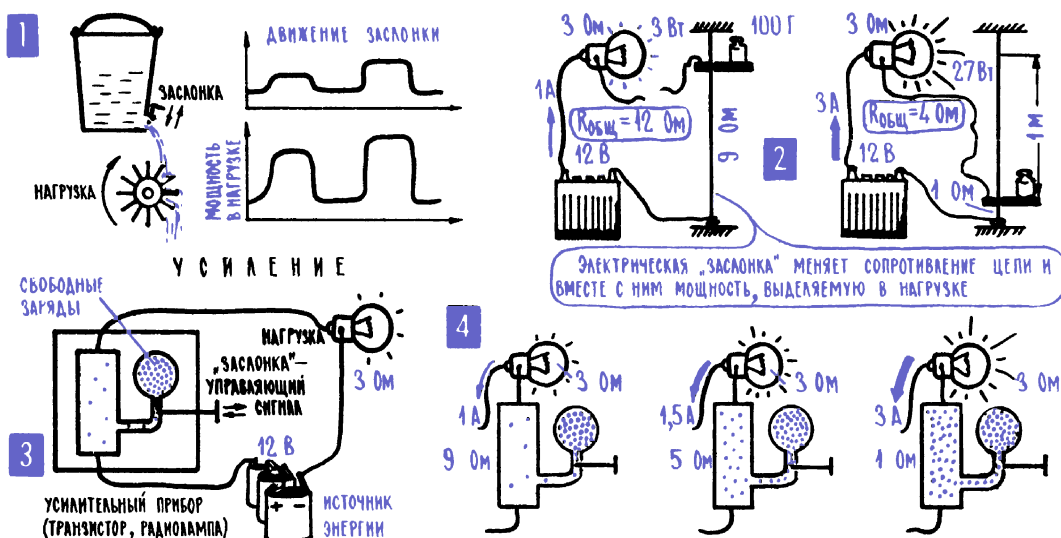

Рис. 9.1. Усиление сигнала
3. Усилители – большой класс систем, в которых слабое, маломощное воздействие управляет мощными потоками энергии. Давайте просверлим в нижней части ведра небольшое отверстие (это вполне может быть мысленный эксперимент, то, что в нем должно произойти, легко увидеть силой воображения, и наносить ущерб хозяйству, делая дырку в ведре, совсем не обязательно), напомним ведро водой и подставим под струю небольшую вертушку с лопастями, некоторое подобие рабочего колеса водяной мельницы (рис. 9.1; 1). Вначале, когда воды в ведре много, из отверстия вырывается довольно сильная струя, колесо вращается быстро. По мере того как уровень воды падает, струя становится все более вялой, и вращение колеса замедляется. Это нормальный процесс передачи энергии: потенциальная энергия поднятой на высоту воды переходит в кинетическую энергию струи, а она, в свою очередь, передается колесу-вертушке. Если не думать о потерях, то можно сказать, что сколько дает источник энергии (вода в ведре), столько и получает потребитель (вертушка). И на сколько уменьшится или увеличится энергия, которую поставляет источник, на столько же уменьшится или увеличится и энергия, получаемая потребителем.
События разворачиваются в простейшей электрической цепи, в которую входит источник энергии – аккумулятор, нагрузка – лампочка и еще переменный резистор – реостат, выполненный в виде вертикально натянутой проволоки со скользящим контактом (рис. 9.1; 2). Подвижный контакт этот ходит по проволоке настолько легко, что если подвесить к нему стограммовую гирьку, то контакт буквально за секунду переместится сверху вниз, изменив сопротивление реостата от 9 Ом до 1 Ом.
Реализовать этот принцип можно даже в нашей установке с реостатом, для этого нужно соорудить для подвижного контакта реостата систему электрического привода. Скажем, приводить в движение подвижный контакт миниатюрным электромоторчиком или электромагнитом, энергию которым давал бы сам усиливаемый сигнал. В электронных усилителях этот принцип реализуют так: сопротивление участка цепи меняют, «впрыскивая» в него то или иное количество свободных электрических зарядов (рис. 9.1; 3, 4). На само это «впрыскивание» тратится сравнительно небольшая мощность, а сопротивление меняется так, что происходит значительное изменение мощности, выделяемой на данном участке цепи.
Слабый усиливаемый сигнал подводится к лампе или транзистору и управляет имеющейся там своего рода «заслонкой», которая увеличивает или уменьшает количество свободных зарядов, создающих электрический ток, то есть фактически меняет сопротивление приборов (рис. 9.1; 3, 4). Мы начнем с того, что посмотрим, как работает такая «заслонка» в транзисторе, как слабый сигнал меняет сопротивление этого усилительного прибора, меняет ток в его цепи. Но до этого нам еще предстоит провести кое-какую подготовительную работу. В частности, познакомиться с некоторыми процессами в полупроводниках.